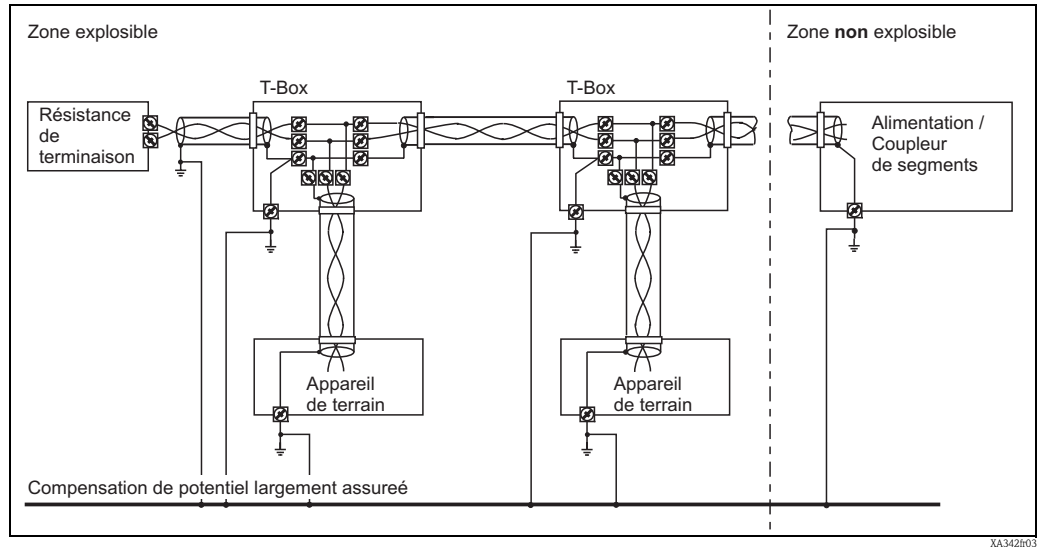

Fig. 3
- Mise à la terre du blindage voir graphique suivant : Fig. 3 et 4.